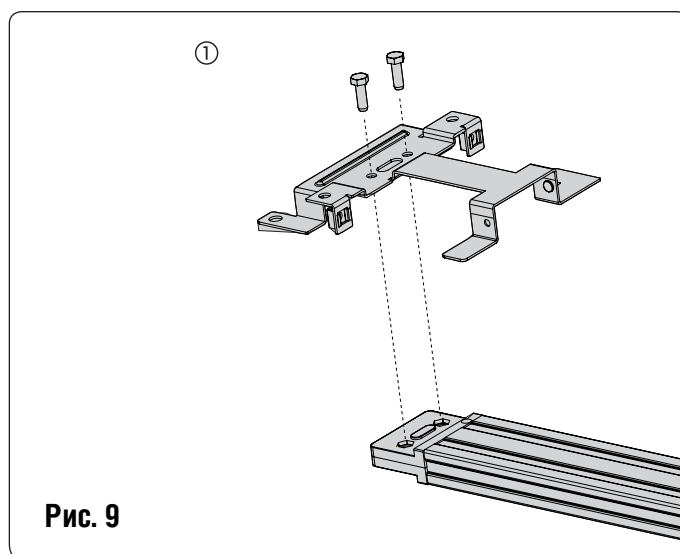

Рис. 9
5. Положите направляющую на боковую сторону (рис. 9).
6. Придвиньте каретку ближе к приводу (рис.9 выноска В).
7. Отрегулируйте натяжение цепи (рис.9 выноска А) так, чтобы в середине направляющей верхняя часть цепи примерно совпала со срединной линией направляющей (рис.9 выноска Б).